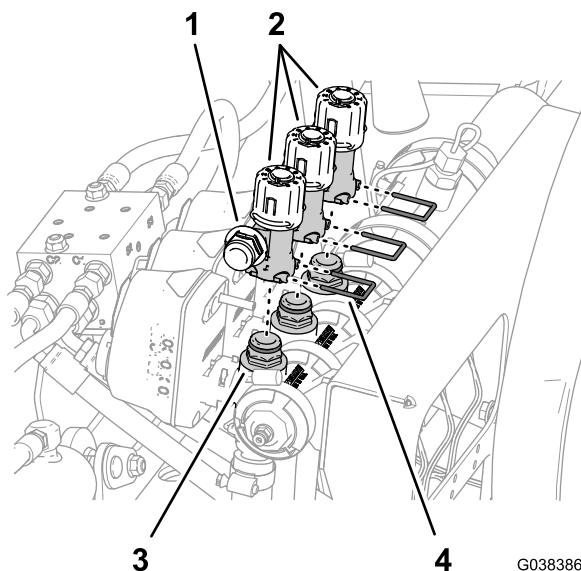

Figura 84
- 4. Retire el distribuidor de desvío del distribuidor de las válvulas de fumigación (Figura 84).
- 3. Retire las 3 horquillas de retención que sujetan el distribuidor de desvío al distribuidor de las válvulas de fumigación (Figura 84).